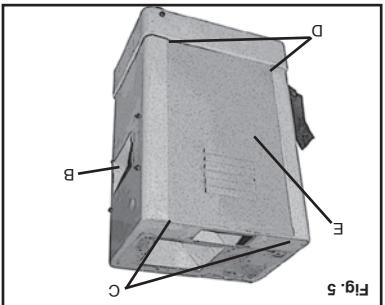

Fig. 5
1. La mesa de salida de la catedra se debe colocar en el mismo polivo (B) Fig. 5.